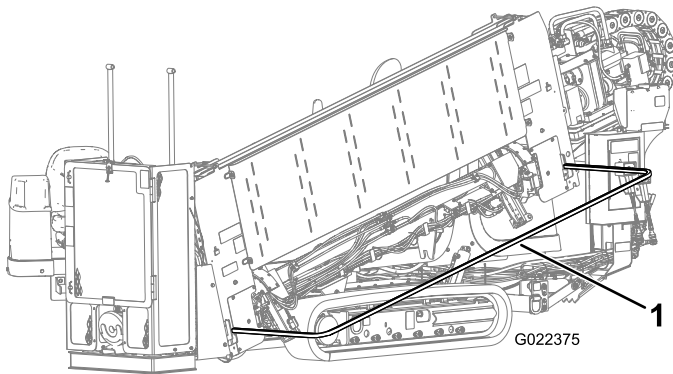

Bild 41
4. Senken Sie den Schutzbügel für Passanten und sichern Sie ihn (Bild 41).